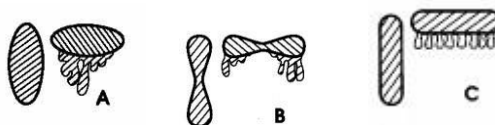

Рис.2 Форма полученного пятна
- 1.1.10 Форма факела должна соответствовать поз. С (см. рис.2).